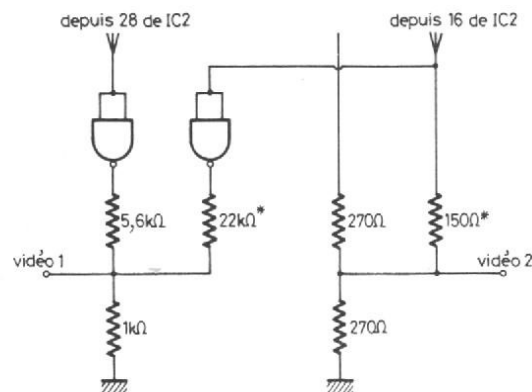

Fig. 2. – Augmentation de la synchro, agir sur les résistances minces d'un astérisque (voir texte sur AY-3-8550).
– Figure 10, page 247 : il manque sur le circuit imprimé un des plots de raccordement à la prise DIN de commutation automatique 2/4 joueurs (voir fig. 2). Ce plot est à ajouter sur la piste reliant la broche 12 du 4013 (situé en bas de la fig. 10) à la broche 6 du 4016.
– Mise à part l'adaptation tn, tous les circuits logiques à 2 entrées sont utilisés en inverseurs sur les figures 2 et 4 puisque ce sont des portes dont les 2 entrées sont reliées ; en conséquence on peut utiliser pour réaliser cela des 4011 (4 NAND 2 entrées) ou des 4001 (4 NOR 2 entrées), leur brochage étant identique comme le montrait la figure 16. Ceci explique le fait que l'on trouve indifféremment l'un ou l'autre dans l'article et les deux références 4001 et 4011 sous le même brochage. Les symboles logiques représentés à l'intérieur du boîtier sont ceux d'un NOR (donc pour un 4001) ; la représentation d'un NAND à l'intérieur du boîtier,
– La figure 12 enfin comporte une erreur flagrante quand on la compare au schéma théorique de la figure 5. Le plot de liaison marqué « depuis sortie du 4002 » est en fait « vers E₁ figure 2 » tandis que « depuis sortie du 4002 » doit aboutir au point commun 2,7 kΩ/potentiomètre d'un kΩ.
– Selon le type et surtout selon l'âge de votre récepteur TV, il peut être nécessaire, pour avoir une image stable, d'augmenter le niveau de synchronisation ; cela se fait très simplement en diminuant légèrement (pas plus de 20 %) la résistance aboutissant au pont diviseur de sortie et provenant de la patte synchro du circuit (voir fig. 2 ci-jointe).